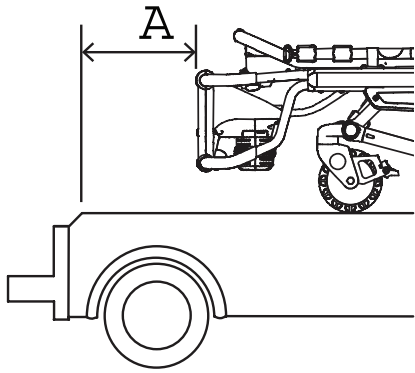

Abbildung 4 – Abstand zwischen Schwelle und Trage (A)
1. Den vorgesehenen Abstand zwischen Schwelle und Trage (A) auswählen (Abbildung 4).
2. In der nachstehenden Tabelle den jeweiligen Abschnitt für den Abstand zwischen Schwelle und Trage (A) aufsuchen.